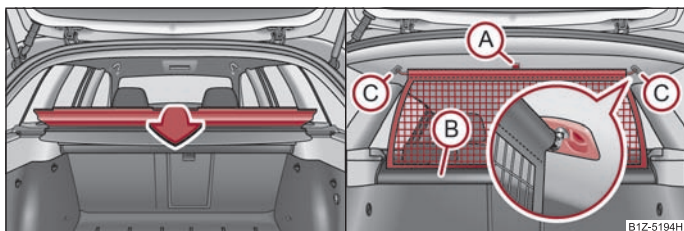

Fig. 62 Rabatarea capacului compartimentului de depozitare / Scoaterea peretelui despărțitor din plasă
- Rabatați capacul în spatele scaunelor din spate ⇒ fig. 62 - stânga.
- Trageți peretele de chinga (A) din carcasa (B) în direcția suporturilor (C).
- Introduceți bara transversală în locașurile (C) și apăsați bara în față.
- În același mod fixați bara pe partea cealaltă a autovehiculului, locașul (C).
- Rabatați capacul în spatele scaunelor din spate ⇒ fig. 62.
- Trageți bara în spate din suporturile din plafon, mai întâi pe o parte, apoi pe partea cealaltă, și scoateți-o din suporturi (C).
- **Susțineți** bara transversală astfel încât peretele să se poată rula încet și fără să se deterioreze, în carcasa (B).